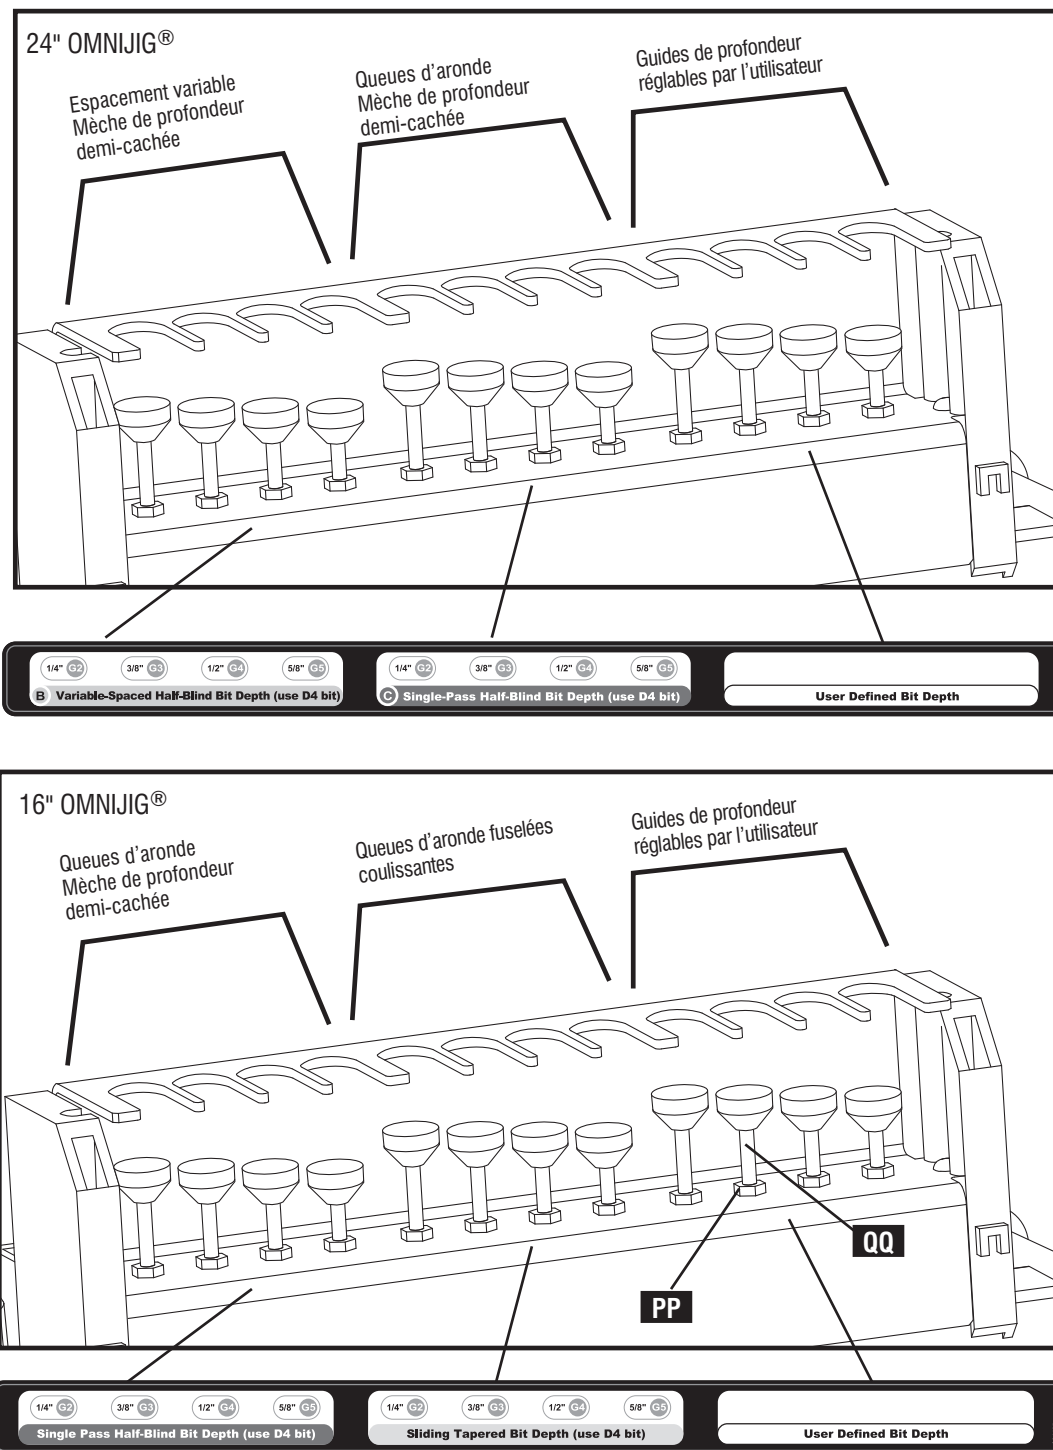

Fig. C21
Les quatre guides de profondeur du côté droit exigent une configuration et s'ajustent à vos applications spécifiques. Pour les régler, desserrer l'écrou hexagonal (PP) fig. C21, puis serrer ou desserrer la colonne de la vis (QQ) du guide selon le besoin.